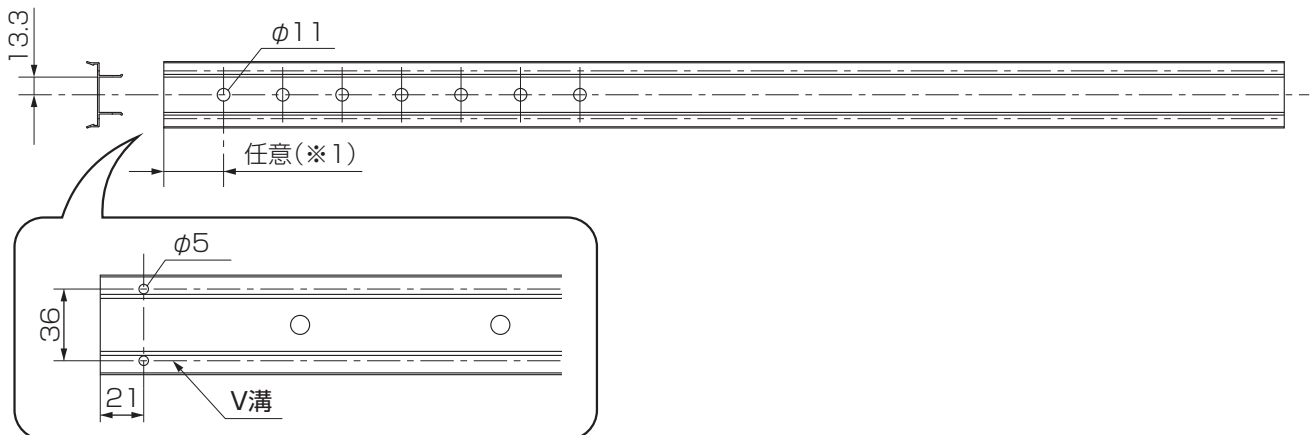

図12-8 埋込み施工補助部材の穴加工
②埋込み施工補助部材にφ5の下穴(取付金具取付け用)をあけてください。(図12-8参照)
③埋込み施工補助部材にφ11の下穴(デザイン格子取付け用)をあけてください。(図12-8参照)